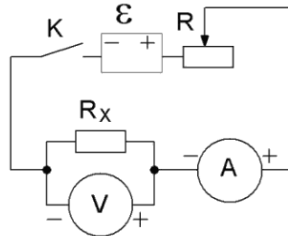

рис. 1
- рис. 1
- рис. 1 и рис. 2 приведут к ошибке